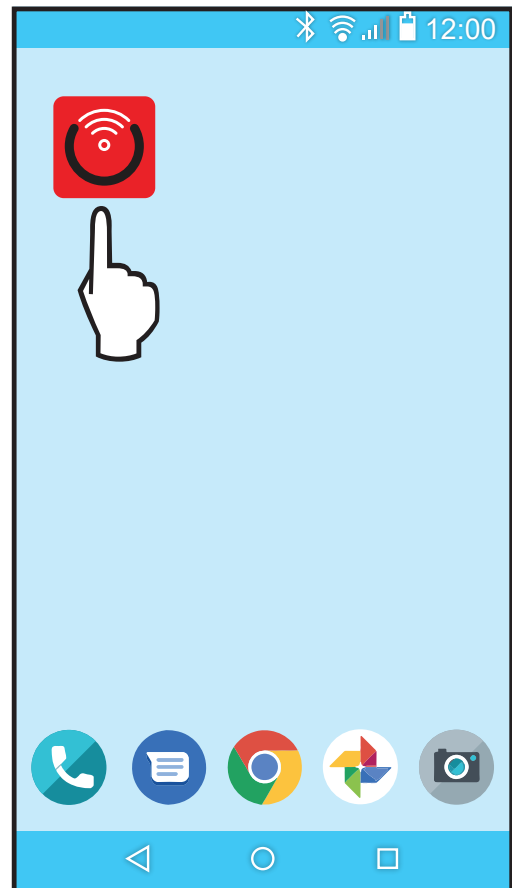

Figure 76. Localisez l'icône de l'appli mobile Raymote
2. Trouvez l'icône de l'application mobile Raymote sur votre appareil, voir **Figure 76**.